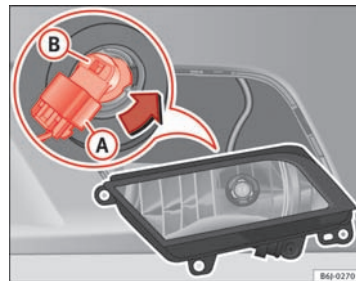

Fig. 155 Tågeforlygte
- Træk stikket ⇒ Fig. 155 (A) af pæren.
- Drej pæreholderen ⇒ Fig. 155 (B) mod venstre, og træk i den.